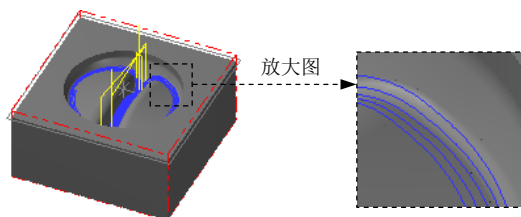

图 4.17 刀具路径
Step6. 设置残料清角精加工参数。在“曲面精加工残料清角”对话框中单击 **残料清角精加工参数** 选项卡，在 **大切屑间距 (M)** 文本框中输入值 1，然后选中 **混合路径** 复选框。
Step8. 在“曲面精加工残料清角”对话框中单击 **✓** 按钮，同时在图形区生成图 4.17 所示的刀具路径。